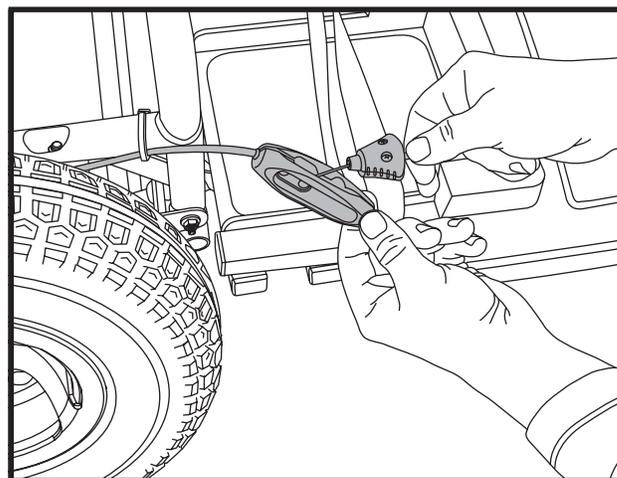

Figura 24. Rilascio cavo freno manuale
4. Separare il cavo del freno dal gancio del cavo che si trova all'interno del corpo di scollegamento rapido. Vedere figura 24.